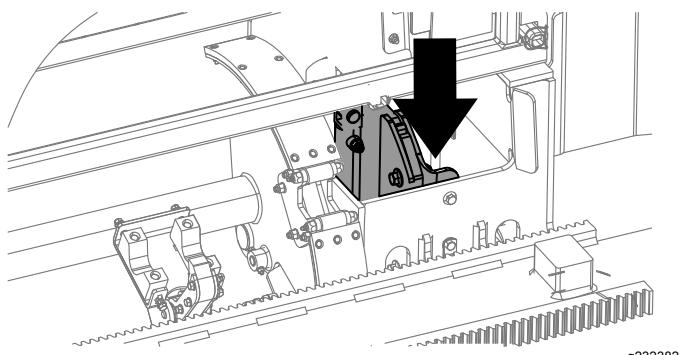

Figure 35
3. Maintenez enfoncé le bouton inférieur droit sur le levier de commande à 8 boutons (Figure 10) ou sur le bas de l'interrupteur à bascule (Figure 34) sur le levier de commande à 4 boutons jusqu'à ce que la came tourne vers la rangée sélectionnée et que l'élévateur abaisse la tige dans l'ouverture (Figure 35).